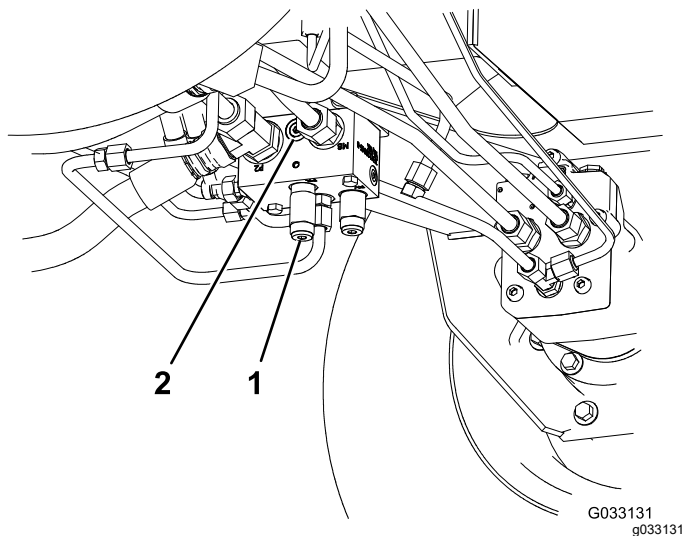

図 75
1. 後部走行マニホールドのポート M8 と P2 との間にあるマークなしのポートに故障診断用フィッティングを取り付ける 図 75。